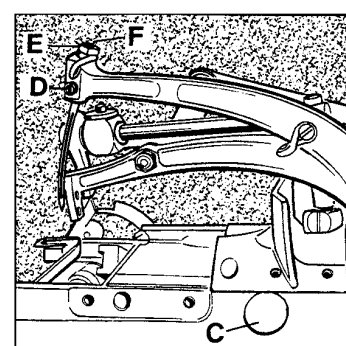

Fig. 7
If adjustment is required remove plug (C, Fig. 7). Set screw for looper shaft is accessible through this hole. Loosen the screw and move the looper shaft to the right or to the left to obtain the 4 mm (5/32") respectively the 3.6 mm (9/64") distance. The looper point should pass as close as possible to the back of the needle without contacting it. Clearance 0.08 to 0.13 mm (0.003 to 0.005 in.). Retighten screw and remount the plug.
If adjustment is necessary, loosen set screw (D, Fig. 7) and remove needle, then loosen lock nut (E) and regulate the height adjustment screw (F) to set the needle to the required height.
Ist eine Einstellung notwendig, entfernen Sie den Verschlussstopfen (C, Fig. 7). Durch diese Bohrung ist die Befestigungsschraube für die Greiferwelle zugänglich. Lösen Sie die Schraube und schieben Sie die Greiferwelle nach rechts oder links, bis der Abstand 4 bzw. 3,6 mm erreicht ist. Die Greiferspitze soll so dicht wie möglich hinter der Nadel vorbei gehen, ohne diese zu berühren (0,08 - 0,13 mm Abstand). Ziehen Sie die Schraube wieder an und montieren Sie den Verschlussstopfen.
Ist eine Einstellung notwendig, lösen Sie die Befestigungsschraube (D, Fig. 7) und entfernen Sie die Nadel; dann lösen Sie die Mutter (E) und regulieren die Höhen-Einstellschraube (F) entsprechend auf die richtige Nadelhöhe. Ziehen Sie die Mutter (E) wieder an, damit diese Einstellung erhalten bleibt.